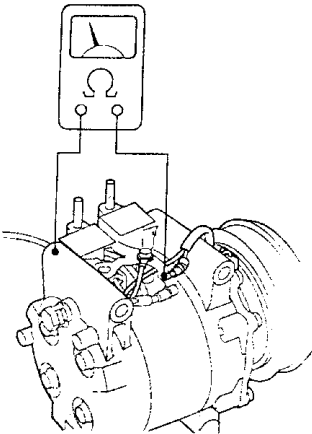

图 10-39 检查励磁线圈电阻
5) 如图 10-39 所示，检查励磁线圈的电阻不符合技术要求，则更换励磁线圈。励磁线圈电阻： 20